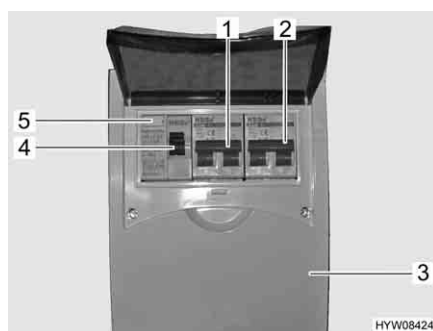

Fig. 57 Scatola dei fusibili a 230 V con interruttore di sicurezza e interruttore automatico FI
Un interruttore di sicurezza per correnti di guasto (interruttore automatico FI) (Fig. 57,4) nella scatola dei fusibili (Fig. 57,3) protegge l'intero veicolo da correnti di guasto (0,03 A).
L'interruttore di sicurezza collegato in serie (10 A) (Fig. 57,1) protegge le prese da 230 V, la centralina elettrica, il caricabatteria supplementare e il frigorifero.
Per veicoli con accessori opzionali, p. es. l'impianto di climatizzazione a tetto, un ulteriore interruttore di sicurezza (16 A) (Fig. 57,2) protegge l'apparecchio. La scatola dei fusibili si trova vicino al collegamento a 230 V.
- Se il veicolo è collegato all'alimentazione a 230 V, premere il tasto di controllo (Fig. 57,5). L'interruttore di sicurezza per correnti di guasto (FI) deve scattare.